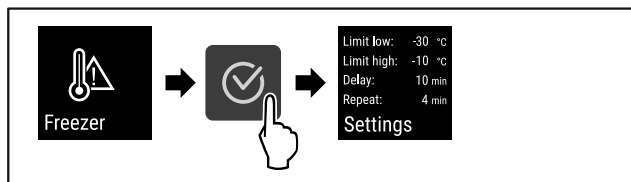

Fig. 138
- ▶ Eseguire i passi (vedere Fig. 138) .